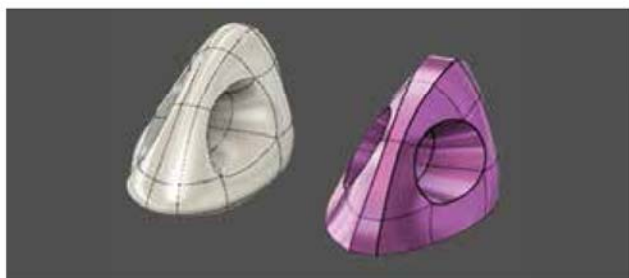

图 2-112
(10) **锐化**: 在面之间创建一条锐边 (见图 2-112)。选择要锐化的边。